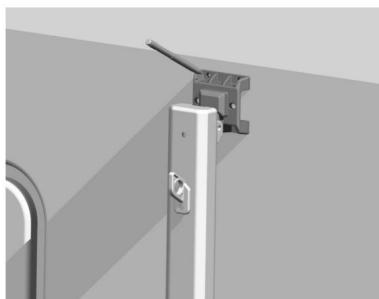
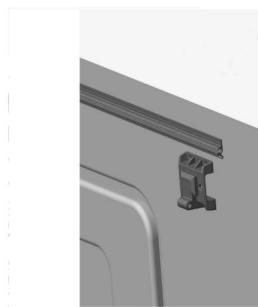

Figura C6
Figura C7
3.2 Tome el brazo de soporte, úselo para marcar la posición del orificio en una posición adecuada en el exterior del vehículo (Figura C6) y taladre un orificio de instalación de $\Phi 5$ en la carrocería del vehículo (Figura C7).